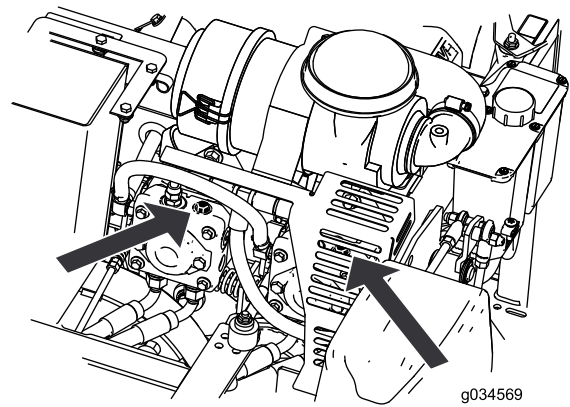

Figura 28
4. Gire las dos válvulas de liberación una vuelta en sentido antihorario para liberar el sistema de transmisión (Figura 28). Esto permite que el fluido hidráulico se desvíe alrededor de la bomba, dejando que las ruedas giren.